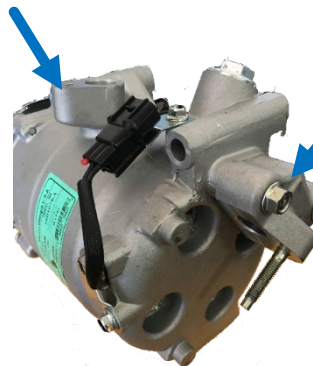

Figura 1.1
1. El refrigerante entra por el lado de aspiración. (Figura 1.1)
2. La espiral orbital comprime el refrigerante contra la espiral estacionaria y el gas comprimido es expulsado por el puerto de descarga. (Figura 1.1 / Figura 1.2)